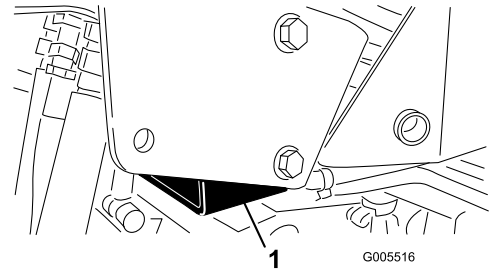

Figure 30
- Côté droit – sous l'appui de cric et adjacent au support du système antiretournement (ROPS) (Figure 30)